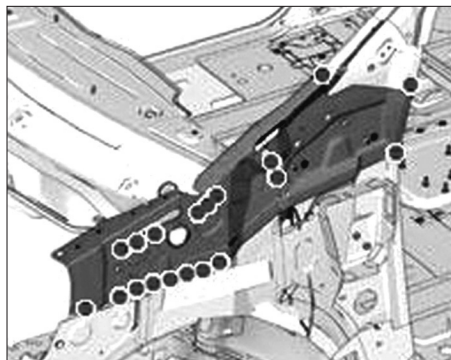

FIG. 30
- Souder par points électriques (Fig.30)